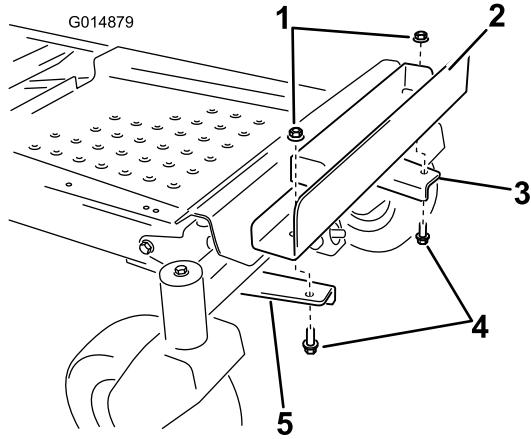

Figura 8
6. Instale el soporte de peso en los soportes de montaje alineando los taladros exteriores de la bandeja con los soportes de montaje instalados anteriormente (Figura 8).
7. Sujete el soporte de peso con 2 pernos (3/8" x 1") y 2 contratuerca (3/8") (Figura 8).